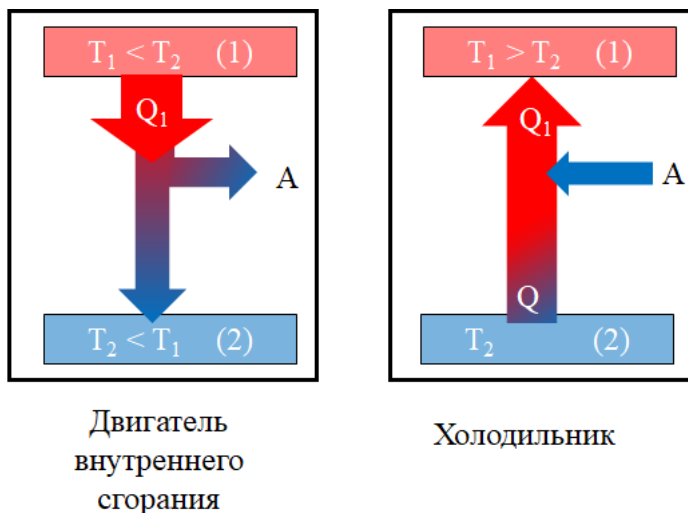

Рисунок 1.4. Тепловая схема двигателя
Тепловые схемы холодильника и двигателя внутреннего сгорания, с точки зрения термодинамики, принципиально ничем не отличаются (рисунок 1.4). Двигатель внутреннего сгорания имеет горячую область (1) — область горячего. Так же, имеется область охлаждения (2, изображено синим) — среда, которая через радиатор обменивается с двигателем внутреннего сгорания теплом (Q). В середине цикла перехода тепла от горячего к холодному, малая часть уходит на работу (A). Согласно второму закону термодинамики, можно оценить конкретное значение работы, которую можно забрать. Сопутствующий процесс передачи тепла протекает без совершения работы.